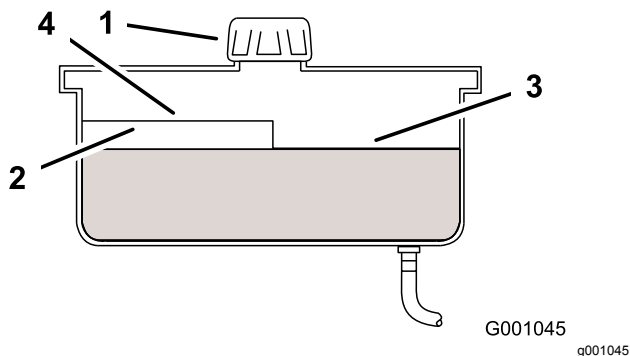

Figure 52
4. Nettoyez la surface autour du bouchon et du goulot de remplissage du réservoir hydraulique (Figure 52).
5. Enlevez le bouchon du goulot de remplissage. Vérifiez si le réservoir contient du liquide (Figure 52).
Remarque: Lorsque l'huile est chaude, le niveau de liquide doit atteindre le haut du repère à chaud sur le déflecteur (Figure 52).